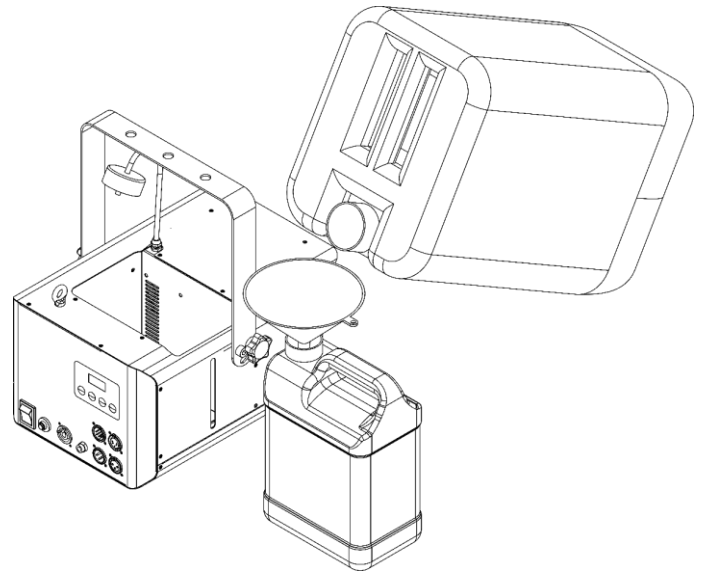

Fig. 11
05) Utilisez un entonnoir pour verser le liquide à fumée dans le réservoir, comme indiqué sur la Fig. 11.